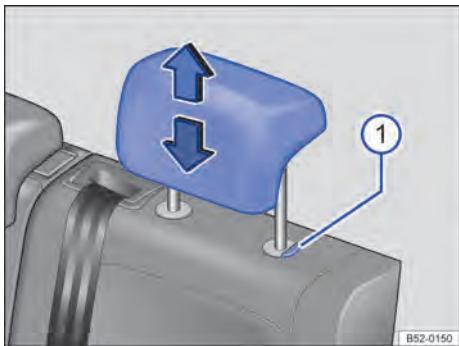

Fig. 68 Apoio para cabeça traseiros: ajustar.
- Deslocar o apoio para cabeça para cima ou para baixo na direção da seta com o botão → Fig. 68 ① pressionado →  em *Introdução ao tema* na página 84.
- Retirar o apoio para cabeça com o botão → Fig. 68 ① pressionado.
- Empurrar o apoio para cabeça para baixo com o botão → Fig. 68 ① pressionado.